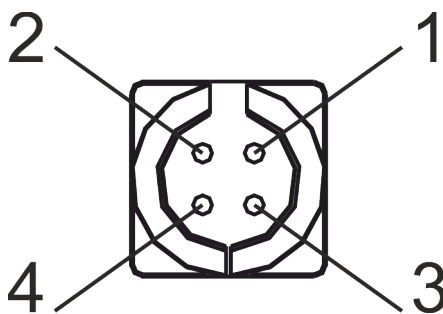

Рисунок 3.11 Разъем интерфейса RS-485
Преобразователь, изображенный на рисунке 3.10, можно подключить к измерительному блоку с помощью кабеля-удлинителя (см. рисунок. 3.11).
- 1.10** Для всех исполнений кроме ИВТМ-7 М 2(-Д)-В, ИВТМ-7 М 3(-Д)-В соединить измерительный блок с измерительным преобразователем напрямую или кабелем-удлинителем (см. рисунок 3.11). В случае если анализируемая среда предполагает содержание механической пыли, паров масла принять меры по их устранению.